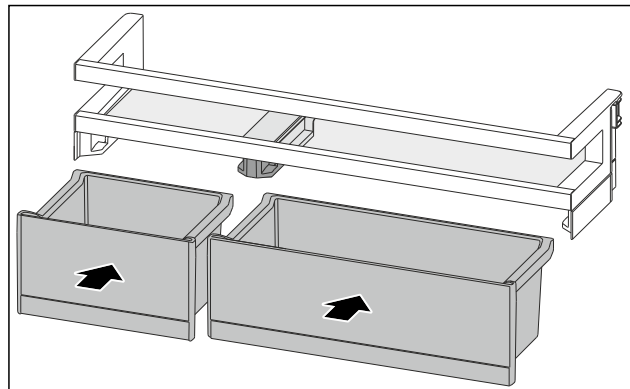

Fig. 108
- ▶ Установите ящики VarioBox, поменяв их расположение. (см. Fig. 108)